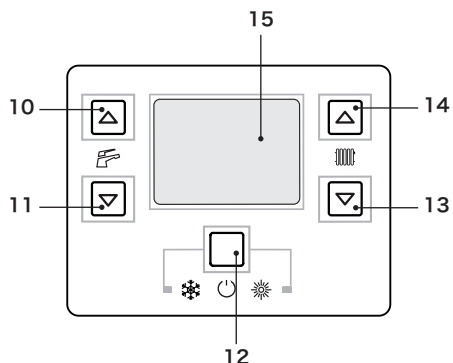

图 2.3
- 按 12 键 2 秒，直到显示屏出现  和  标志（图 2.3）。